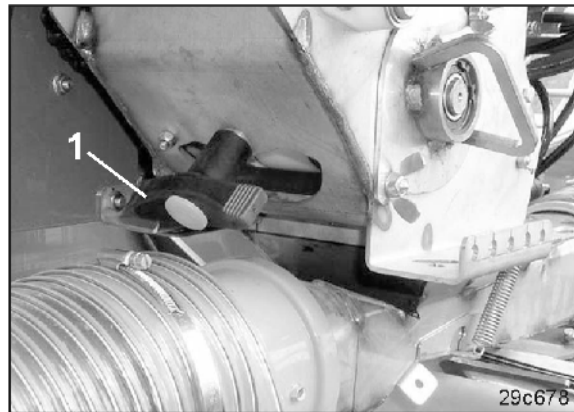

Fig. 104
4. Restentleerungsklappe öffnen durch Drehen des Griffes (Fig. 104/1).
7. Restentleerungsklappe (Fig. 104/1) schließen und die Abdrehwanne an der Transporthalterung befestigen.